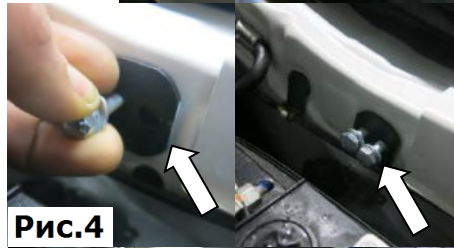

Рис.4
4. Прижать проставку к кузову, совместив второе отверстие с резьбовым отверстием в планке закладной. Вкрутить в планку закладную на 4-5 оборотов второй болт М6х25 с шайбой 6, (Рис.4).